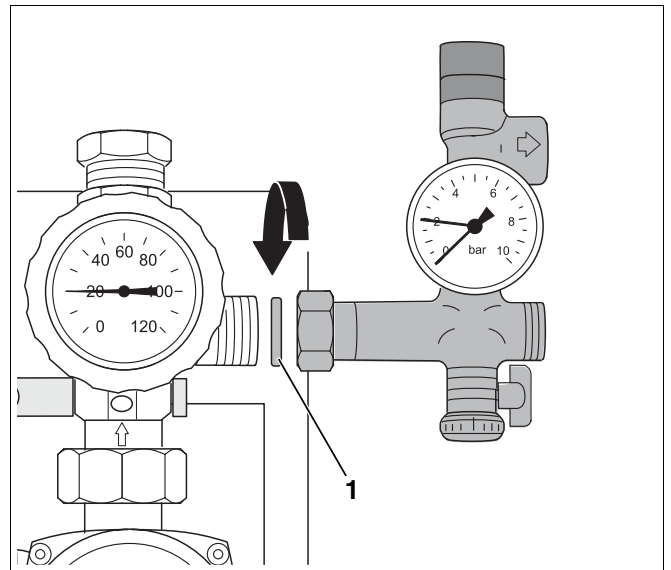

Fig. 7 Montaje del grupo de seguridad
- ▶ Monte el grupo de seguridad con la junta adjunta (21 × 30 × 2) (fig. 7, **pos. 1**) posicionada en el retorno de la estación solar.